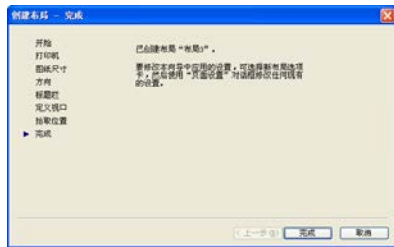

图 13.8 【创建布局一完成】对话框
(8) 单击【选择位置】按钮系统返回绘图界面, 提示用户选择视口位置。
(9) 选择完成系统会打开【创建布局一完成】对话框,如图 13.8 所示。